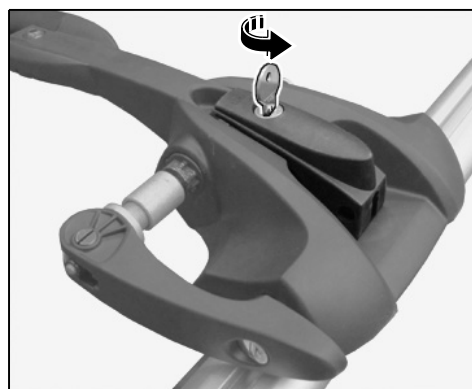

Figura 24
- 5.6.3 Cerrar la palanca tensora (⇒ *Figura 24*).